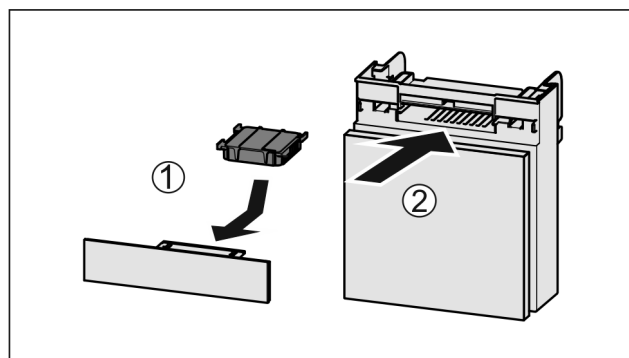

Fig. 159
- Установите фильтр с активированным углем, как показано на рисунке Fig. 159 (1).
- Вставьте отделение Fig. 159 (2).